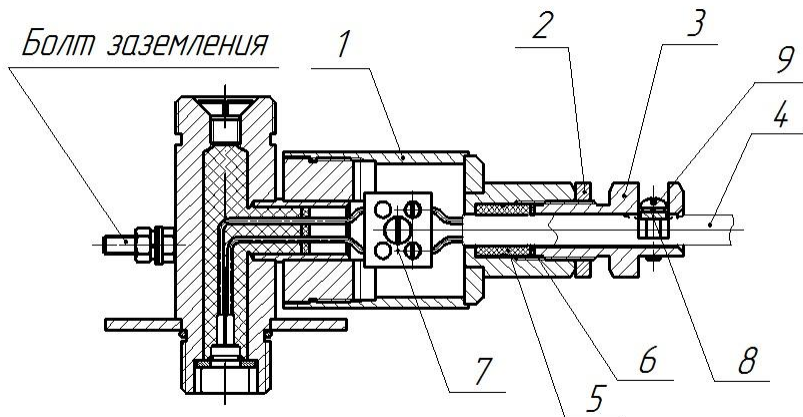
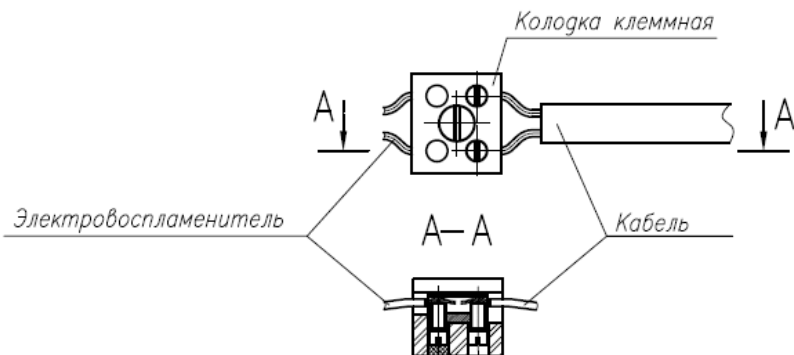

Рис.2 Чертеж узла электроразпуска
Рис.3 Схема крепления кабеля
7.2. Подключение модулей к электрической цепи системы запуска осуществляется после прочного закрепления их на объекте и завершения комплекса пуско-наладочных работ по всей системе противопожарной автоматики при отключенном источнике электропитания. Конструкция вводного устройства и электрическая схема подключения модуля к линии пуска см. рис.2 и рис.3.
7.4. Распылитель РКН-95-14,5-3/4 указан на рис.3. Информация по другим типам распылителей и эпюрам их распыления может быть предоставлена по запросу.
8.4. Продеть кабель пусковой цепи через штуцер и кольцо уплотнительное (рис.2.) узла электрозапуска 9 и произвести установку кабеля в колодке клеммной как на схеме рис.3. Проверить целостность всей цепи с использованием функций приборов автоматики либо замером сопротивления при помощи мультиметра.